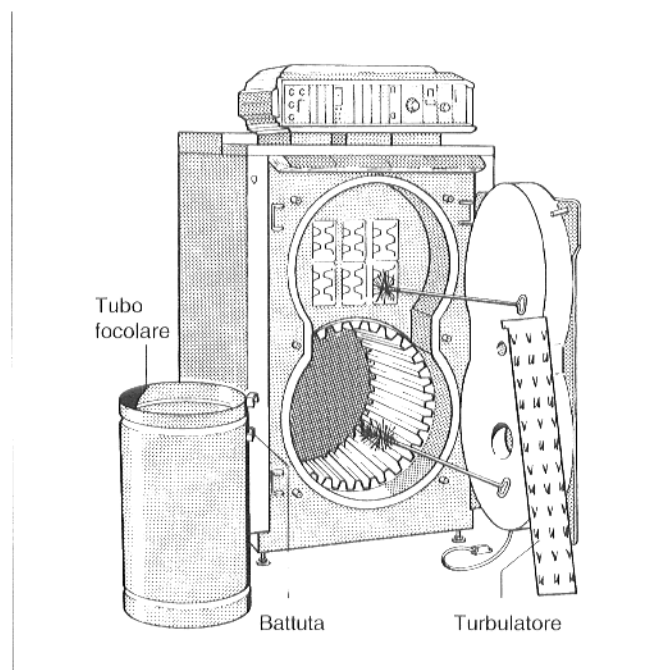

Fig. 19
- Aprire la porta della caldaia ed estrarre il tubo focolare dal vano focolare ed i turbulatori dalle tasche per riscaldamento ulteriore (Fig. 19).